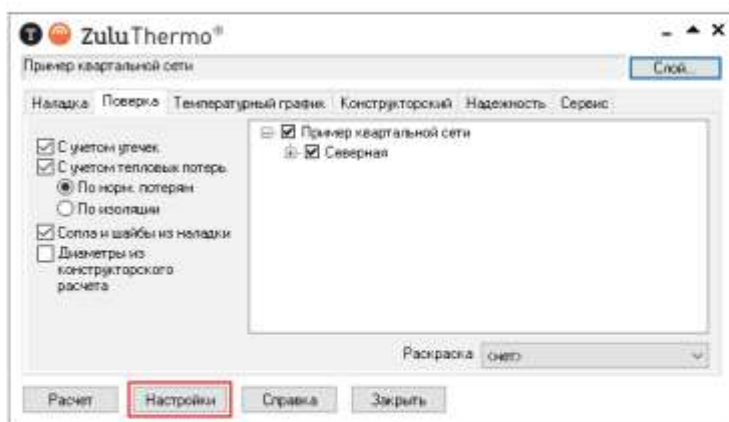

Рисунок 20.28. Панель теплогидравлических расчетов
1. Выбрать команду главного меню **Задачи**(ZuluThermo), либо нажать кнопку  панели инструментов. Откроется панель выполнения теплогидравлических расчетов (смотрите Рисунок 20.28, «Панель теплогидравлических расчетов»).